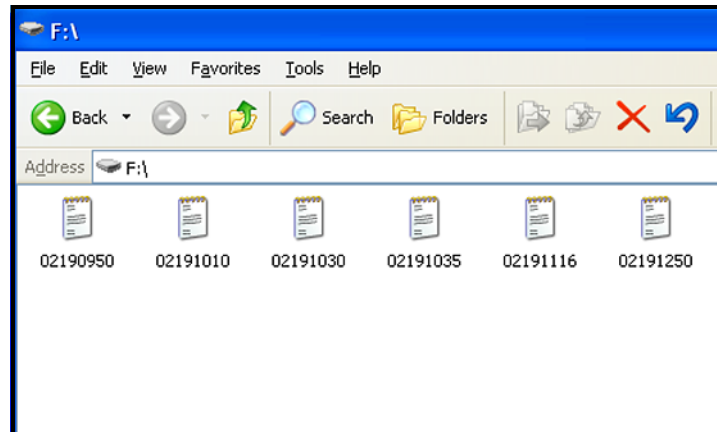

Figure 56: Liste des enregistrements
4. Cliquez sur l'icône Disque amovible ; un écran semblable à celui de la *Figure 56* ci-dessous s'affiche. Les enregistrements disponibles sont répertoriés dans la fenêtre.